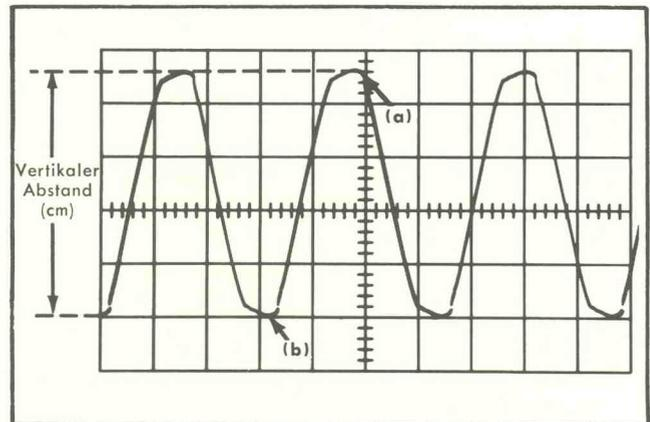

Bild 3-1 Messung des Spitzen-Spitzenwerts einer Signalspannung.
5. Mit dem Lageregler VERTICAL POSITION von Kanal A wird die vertikale Lage des Signals so auf dem Schirm eingestellt, daß die Signalamplitude leicht bestimmt werden kann. Die Lage des Signals wird zum Beispiel so eingestellt, daß die negativen Spitzen sich mit einer der untern Rasterlinien decken und eine der positiven Spitzen nahe der vertikalen Mittellinie zu liegen kommt (siehe Bild 3-1).
Bei der Messung von Signalamplituden kann die Strahlbreite einen beachtlichen Teil der gesamten Messung ausmachen. Um Messungen möglichst genau durchzuführen, soll immer von einer Seite der Strahlspur aus gemessen werden (dies gilt besonders bei der Messung kleiner Amplituden). Es ist zu beachten, daß in Bild 3-1 die Punkte a) und b) mit der untern Kante der Strahlspur übereinstimmen. Die Messung würde ebenso genau werden, wenn sich die Punkte a) und b) an der oberen Kante der Bildspur oder in der Mitte der Bildspur befinden würden.